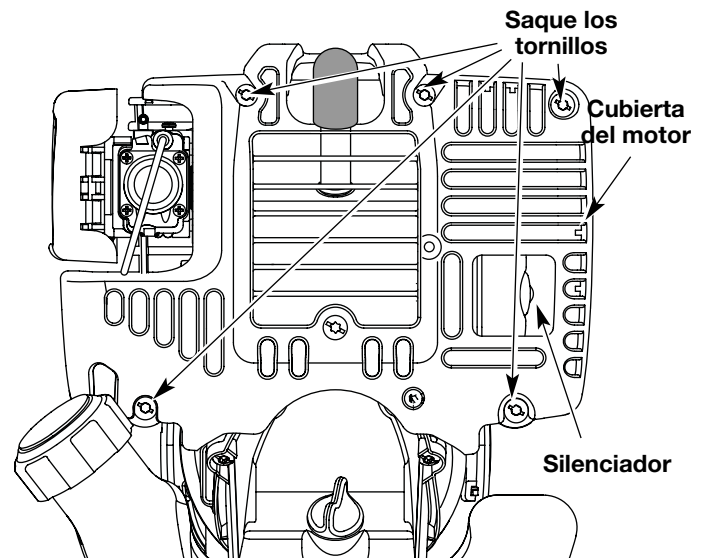

Fig. 35
1. Quite los cinco (5) Tornillos de posteriora de la cubierta del motor con un destornillador de pala o Torx #20 (Fig. 35).
5. Saque la cubierta del motor (Fig. 35 & 36).